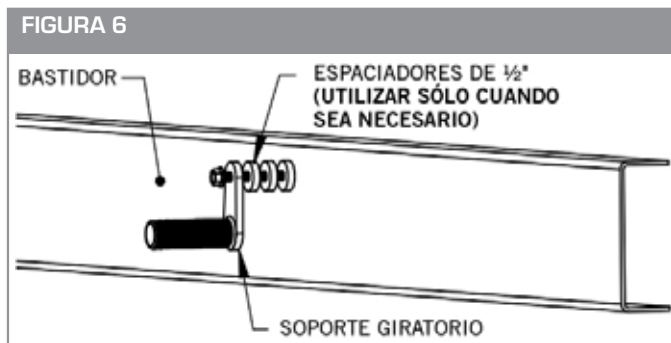

FIGURA 7
- A. Una vez que los soportes estén en posición con el guardafango, apriete el 5/8" x 4-1/2" que atraviese el soporte giratorio (PB5015/PB5017) para fijar el giratorio de forma segura al bastidor. **(Ver la Figura 7)**